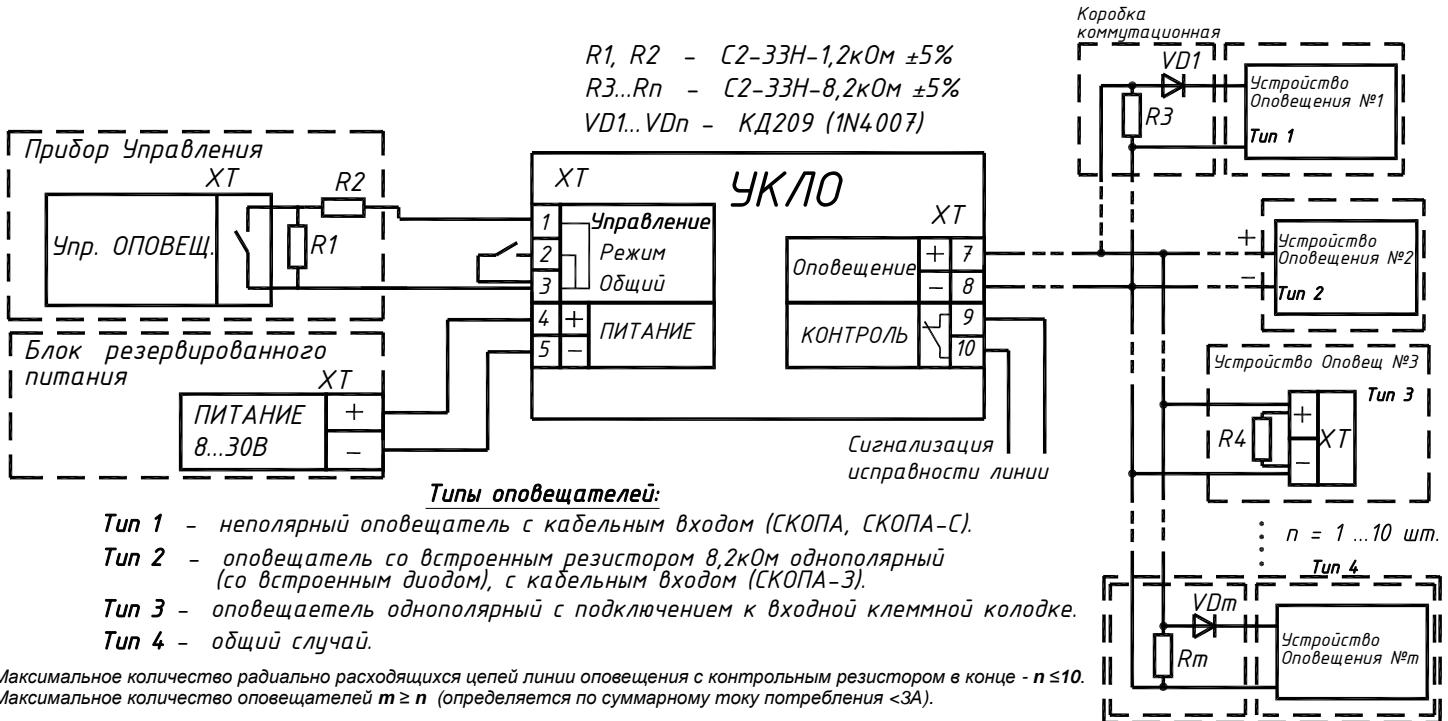

Рис. 2. Схема подключения УКЛО.
7.2 Произвести подключение по схеме согласно рис.2.
- в некоторых модификациях оповещателей СКОПА СПР.425543.001ТУ (в частности СКОПА-3) указанные элементы имеются в составе оповещателя (см. рис. 2 Тип 2);
- многие серийные УО имеют в составе схемы элементы, обеспечивающие одностороннюю проводимость по входу питания. В этом случае диод не устанавливается (см. рис. 2 Тип 3).
7.3 Дополнительные резистор и диод (при их необходимости) устанавливаются во вводном отделении УО непосредственно на контактах входной клеммной колодки (см. рис. 2 Тип 3).
При подключении оповещателя при помощи залитого кабеля (например, оповещатели СКОПА, ЗОВ) дополнительные элементы должны устанавливаться в промежуточной коммутационной коробке, располагаемой как можно ближе к УО (см. рис.2 Тип 1).